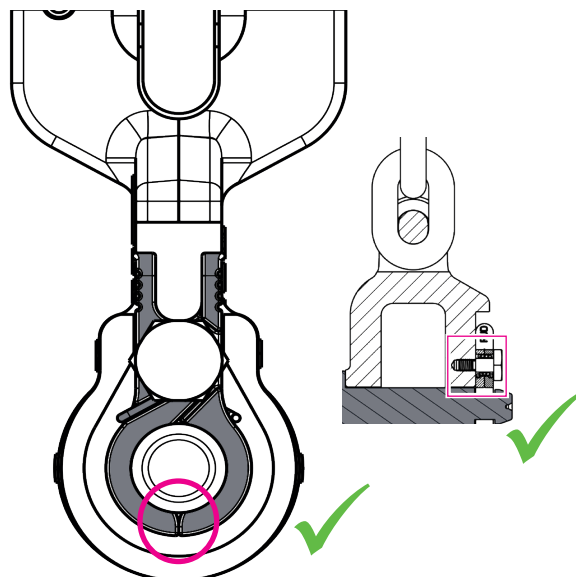

Fig. 17: Axe de manille entièrement entouré
- l'axe de la manille est complètement entouré par la fermeture à pince (voir Fig. 17).
- Les deux extrémités de la pince doivent entourer complètement l'axe de la manille et se toucher en bas (Fig. 17).